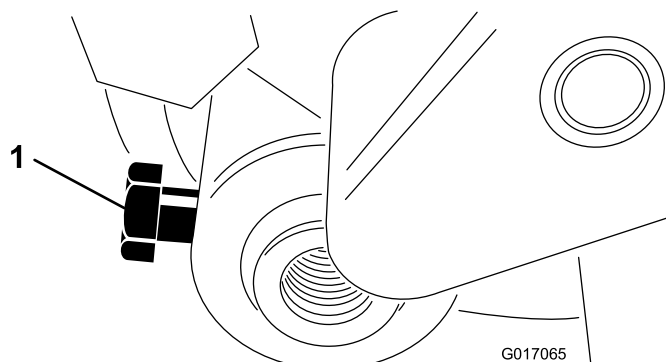

Рисунок 12
24. Вставьте ось валика в рычаг левого регулятора и зафиксируйте его болтом, не затягивая (Рисунок 12).
32. Выверните валик по центру между рычагами регуляторов и затяните болты крепления (Рисунок 12).